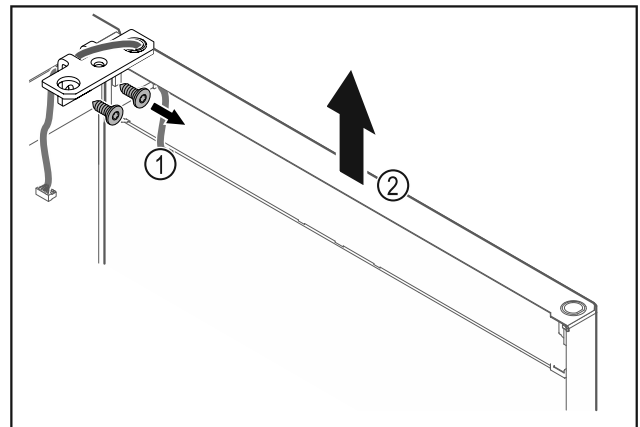

Fig. 26
- ▶ Scharnierhoek Fig. 26 (1) losschroeven.
- ▶ Deur inclusief scharnierhoek Fig. 26 (2) circa 200 mm recht omhoog tillen en verwijderen.